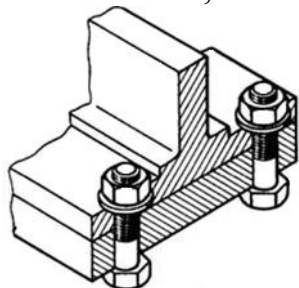

Рис. 116. Резьбовое соединение с помощью болта
2. соединения, осуществляемые с помощью специальных крепежных деталей — болтом, винтом, шпилькой, гайкой и т. д. (рис. 116).